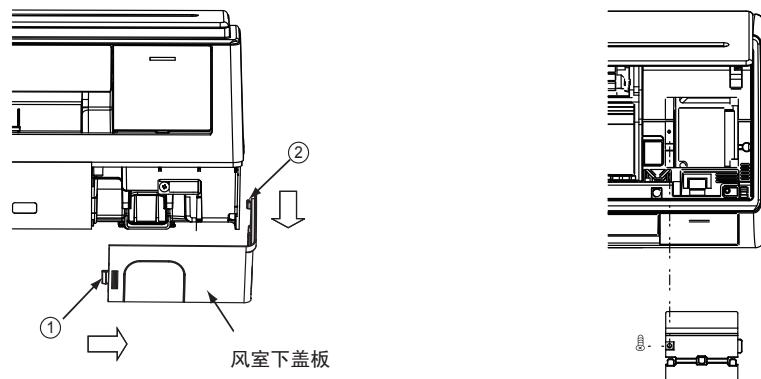

图14
- 用手将面框右下角风室下盖板①、②处的勾子沿箭号方向拉，将风室下盖板取下。(如图14)
- 打开面板，拧开面框右侧电气箱盖板螺钉，将其取下。(如图14)